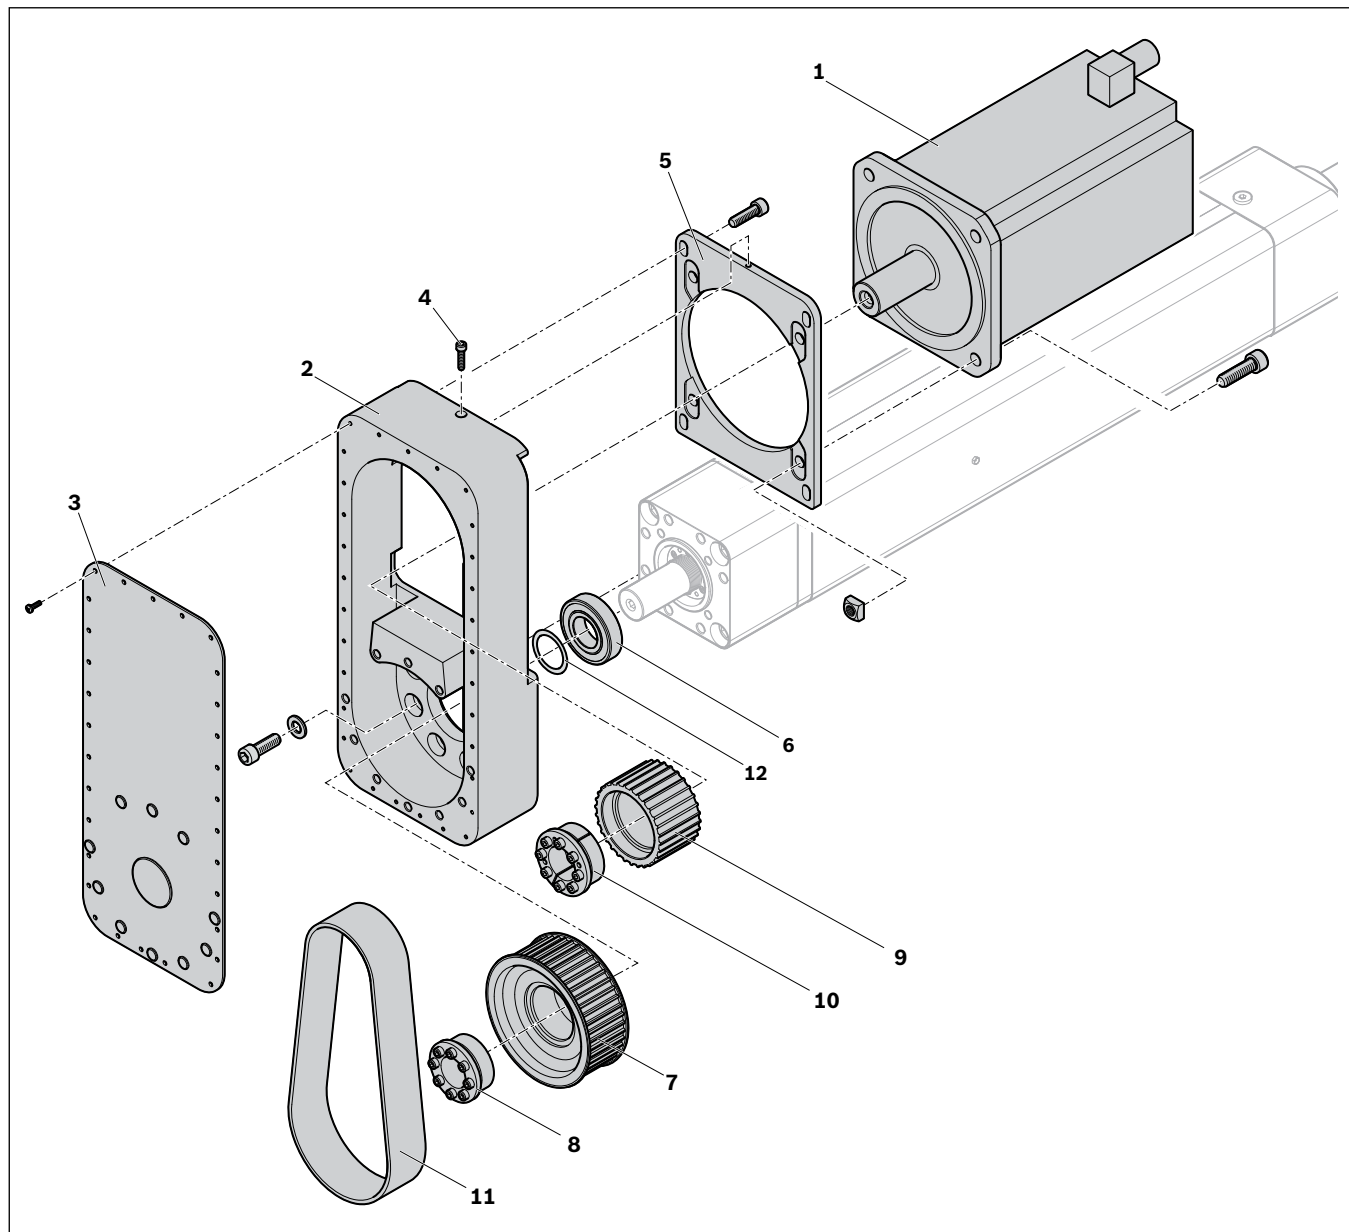
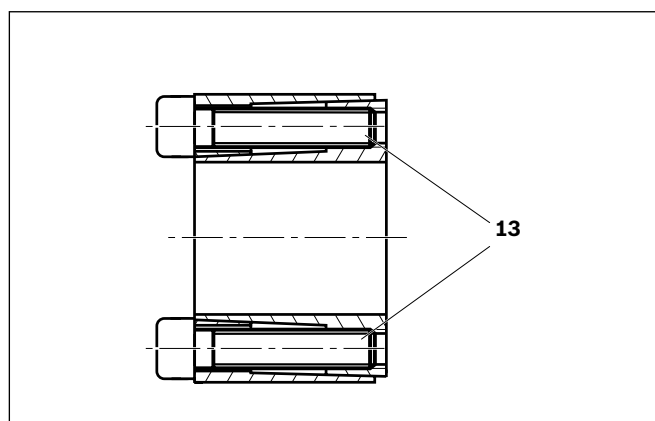

Fig. 19: Riemenvorgelege und Motor am EMC-HP montieren
Fig. 21: Spannsatz
1. Lager (6) auf das Spindelende schieben
2. Gehäuse (2) am Lager ausrichten.
3. Gehäuse (2) des Riemenvorgeleges am EMC-HP anschrauben. Dabei Montagerichtung und Anziehdrehmomente beachten ➡ Tabelle 20 auf Seite 40.
4. Scheibe (12) auf Spindelende schieben. Systemseitiges Riemenrad (7) mit aufgelegtem Zahnriemen (11) und Spannsatz (9) bis zum Anschlag auf den Zapfen des EMC-HP stecken ➡ Fig. 19 auf Seite 22.
5. Spannsatz (8) bis zum Anschlag in das Riemenrad (7) schieben.
6. Schrauben (13) über Kreuz, in mehreren Stufen gleichmäßig bis auf das Anziehdrehmoment anziehen ➡ Fig. 21 auf Seite 23.